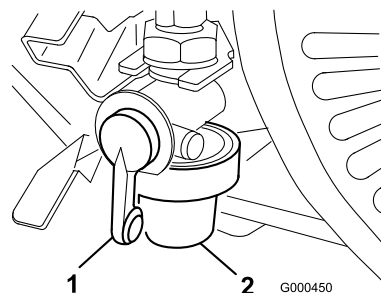

Figure 32
1. Fermez le robinet d'arrivée de carburant et dévissez la cuve du corps du filtre (Figure 32).